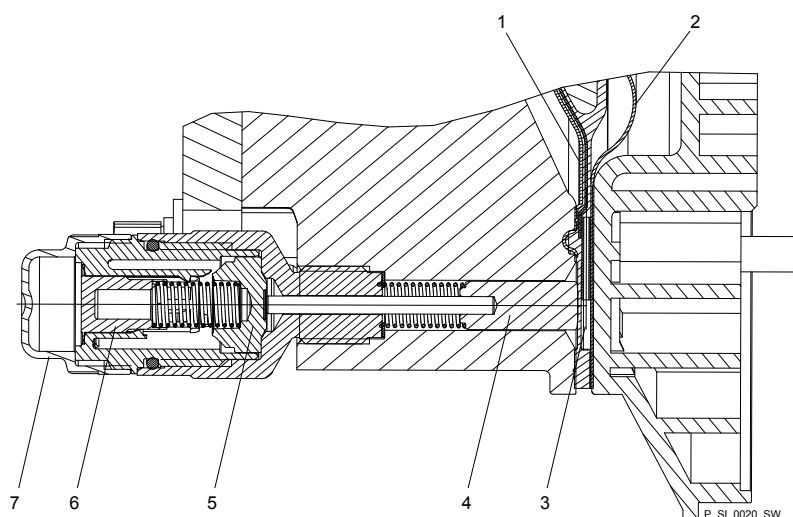

Fig. 40 : Vue en coupe de la signalisation de rupture de membrane Sigma (version « capteur visuel de rupture »)
2. ➤ Si le piston du capteur de rupture de la membrane – voir Fig. 40 , pos. 4 – devient humide ou encrassé, nettoyer le piston ainsi que l'orifice dans lequel il se déplace.